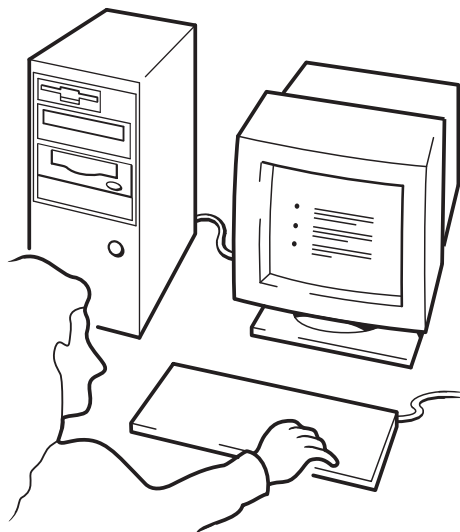

Figura 13c: hp obdr, passo 3
- 3 Siga as instruções na tela para configurar o sistema operacional. (Veja figura 13c.) Normalmente, você pode aceitar as respostas-padrão para todos os avisos, por exemplo, bastando pressionar sempre <Enter>.